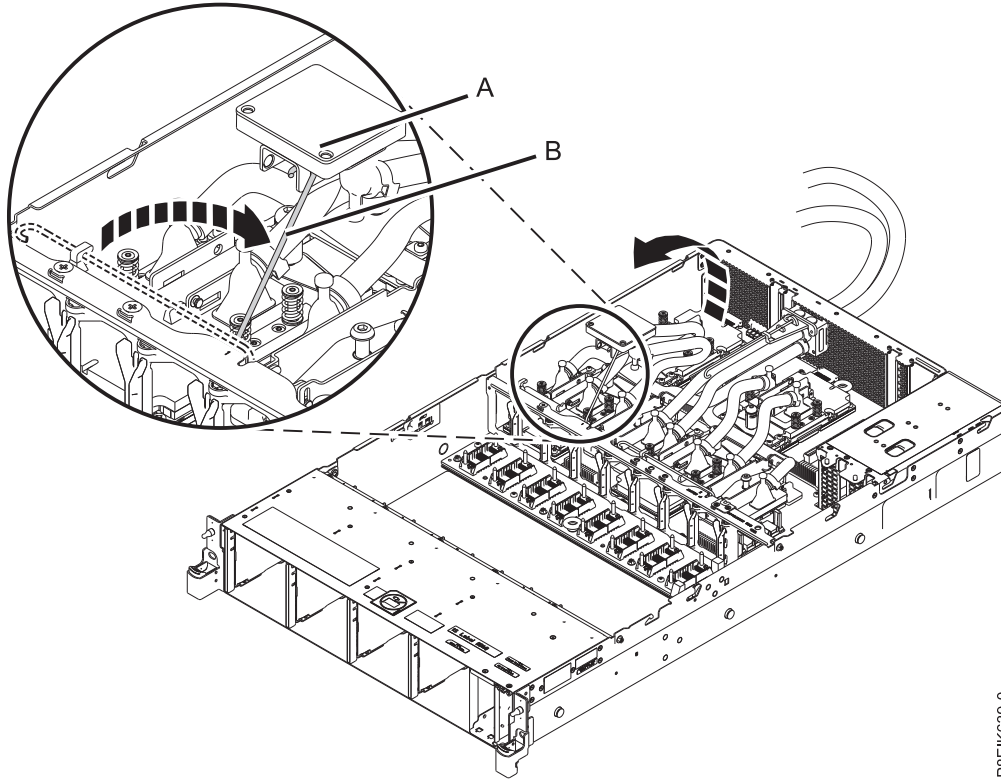

Figura 79. Extracción de la placa refrigeradora; conexión al clip
- c. Levante la placa refrigeradora (A) de la GPU que está extrayendo y conéctela al gancho de servicio (B), como se muestra en la Figura 79 en la página 67.